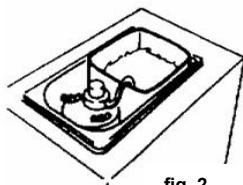

fig. 2
- Posizionare la vasca piena nel SANOMAT e riabbassare il tubo di aspirazione. (fig. 2)